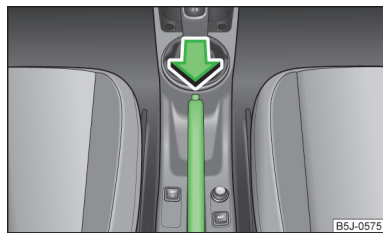

Fig. 88
- Tirare leggermente verso l'alto la leva del freno a mano e **contemporaneamente** premere il pulsante di blocco » fig. 88.